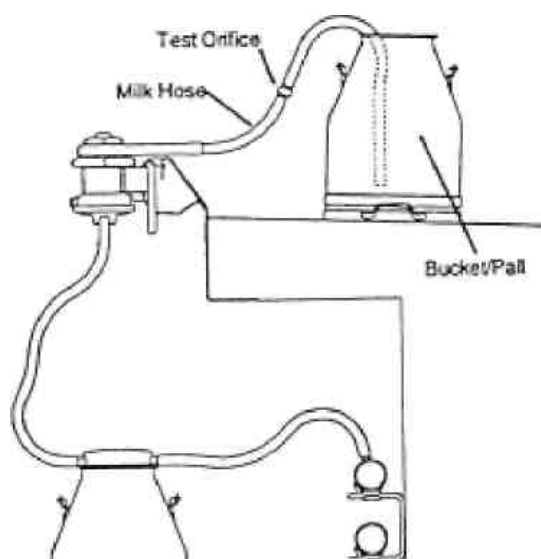

Figura 1. Bomba del test del agua.
3. Conectar las dos mangueras al orificio de entrada del medidor como muestra la Figura 1. Conectar también un cubo para recoger el agua de reciclado.